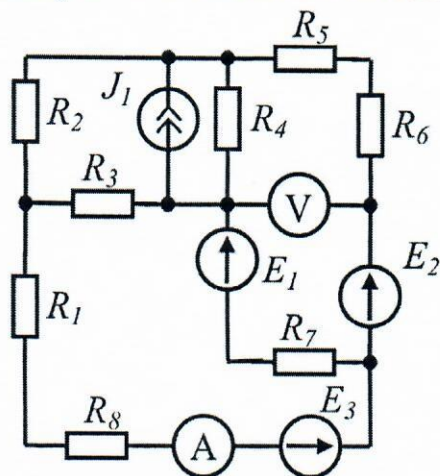

Рис. 1 Схема электрической цепи
**Задача 1.** Для заданной электрической цепи (рис.1) по заданным значениям сопротивлений, источников ЭДС и источников тока выполнить: